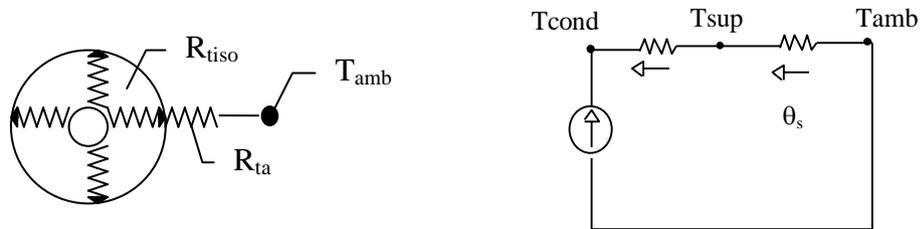

Figura 1 - Resistências térmicas
- Resistência térmica do isolante (Figura 1)
- Resistência térmica do ar (Figura 1)